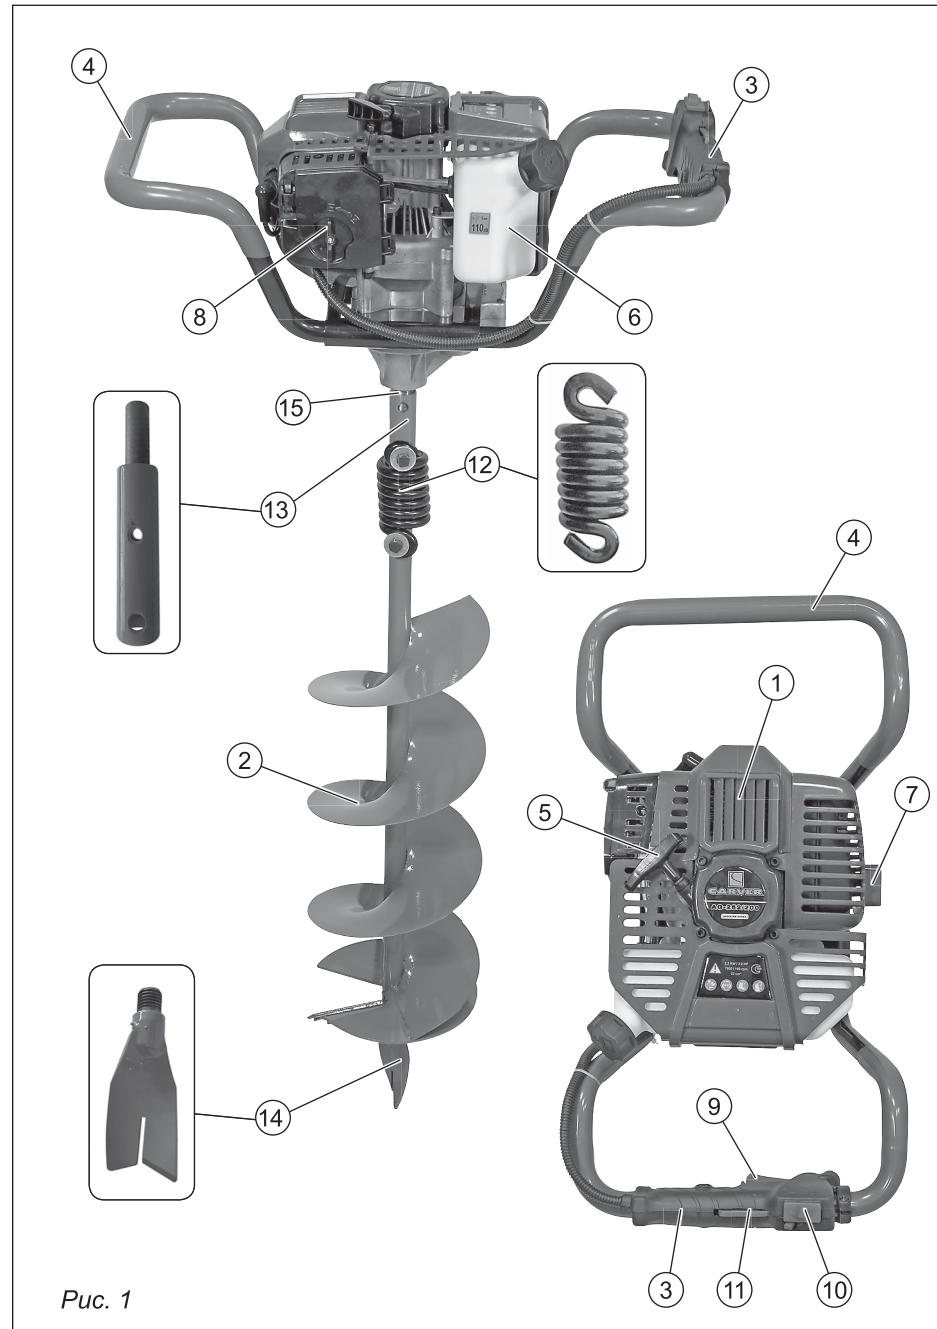

Рис. 1
**1. ОБЩИЙ ВИД (рис. 1)**
Установите вал соединительный (п. 13, рис. 1) на выходной вал редуктора (п. 15, рис. 1).
Наденьте на вал соединительный пружину (п. 12, рис. 1), присоедините бур шнековый (п. 2, рис. 1), к валу соединительному (рис. 6).
Закрутите наконечник (п. 14, рис. 1) в резьбовое отверстие основания шнека (если это необходимо) (рис. 11).